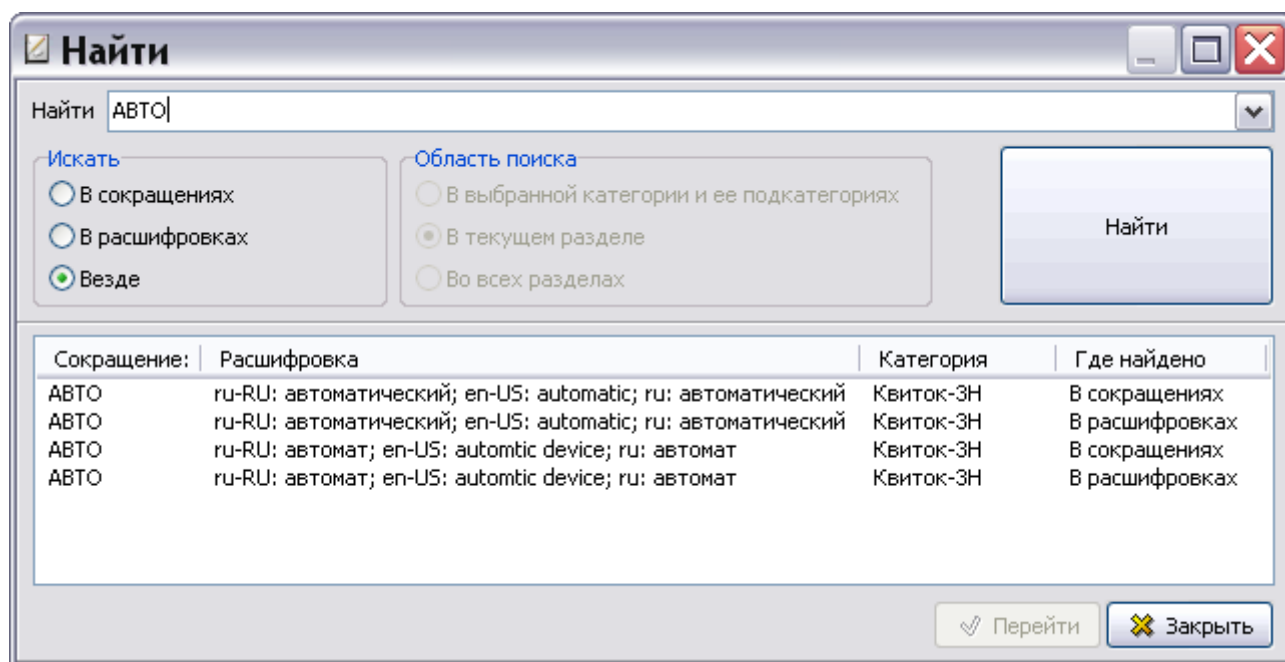

Рис. 3.63
4. Нажмите на кнопку **Найти**, расположенную справа от заданных параметров. Результаты поиска отобразятся в нижней части окна (Рис. 3.63).
Для перехода к одному из найденных сокращений выделите его среди результатов поиска и нажмите на кнопку **Перейти** (Рис. 3.63). При этом произойдет возврат в окно редактора словарей, в котором будут выделены выбранное сокращение и его категория.